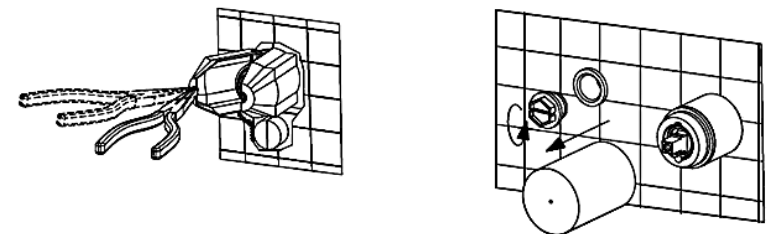

Abb.2
2. Nehmen Sie den Schutzkasten ab (Abb. 2).